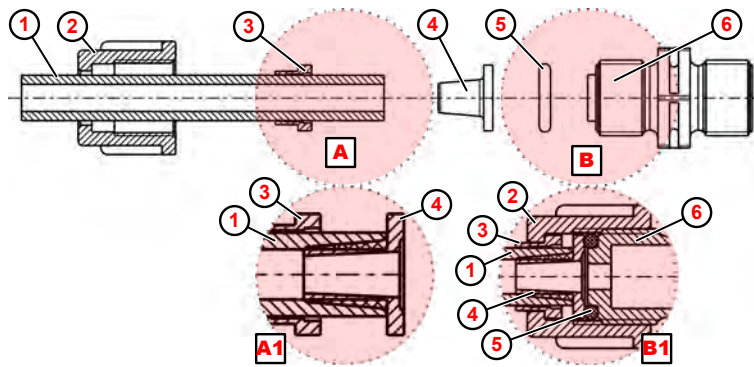

Fig. 8: Raccord de conduit et flexible avec pièce conique
1. ➤ Couper droit le flexible ( Fig. 8 , ① ).
2. ➤ Enfiler l'écrou-raccord ② sur le flexible ① .
3. ➤ Enfiler la pièce de serrage ③ sur le flexible ① .
4. ➤ Pousser le flexible ① jusqu'à la collerette de butée sur la pièce conique ④ (détail Ⓐ1).
5. ➤ Glisser la pièce de serrage ③ vers la pièce conique ④ jusqu'à ce qu'une résistance soit perceptible.
6. ➤ Placer le joint torique ⑤ dans la rainure de la soupape d'aspiration ou de refoulement ⑥ .
7. ➤ Serrer l'écrou-raccord ② à fond (détail Ⓑ1).